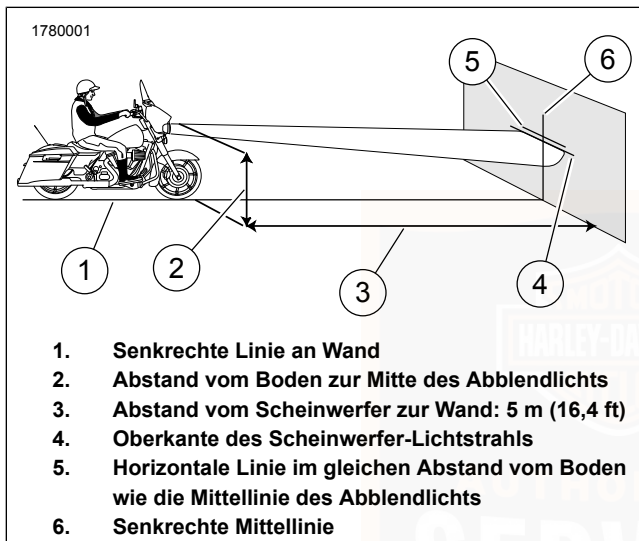

Abbildung 123. Scheinwerferausrichtung
4. Siehe Abbildung 123. Das Motorrad auf einer Linie (1) im rechten Winkel zur Wand parken.
5. Das Motorrad so aufstellen, dass die Vorderseite des Scheinwerfers einen Abstand von 5 m (16,4 ft) (3) zur Wand hat.
6. Eine vertikale Mittellinie (6) an der Wand anzeichnen, die auf die senkrechte Linie (1) ausgerichtet ist.
7. Siehe Abbildung 123. Bei beladenem Motorrad das Vorderrad gerade nach vorne auf die Wand ausrichten. Den Abstand (2) vom Boden zur optischen Mitte der Abblendlichtglühlampe (Vertiefung in der Streuscheibe) messen.
8. Eine horizontale Linie (5) durch die vertikale Linie an der Wand im gleichen Abstand (2) vom Boden wie die Mittellinie des Abblendlichts zeichnen. Eine weitere horizontale Linie (4) 2,5 cm (0,98 in) unterhalb der horizontalen Linie (5) zeichnen.